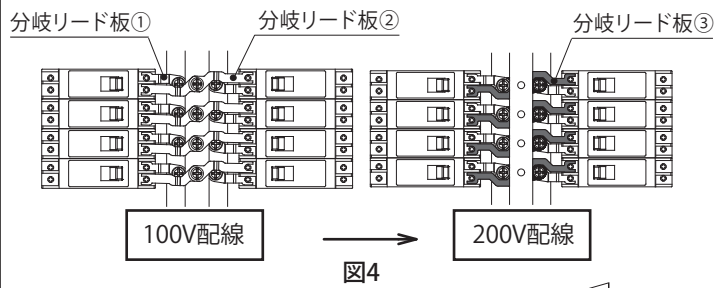

図4
分岐リード板①をそのまま固定、分岐リード板②を取除き200V用分岐リード板③を(図4)のように分岐リード板①の上に重ねて固定してください。